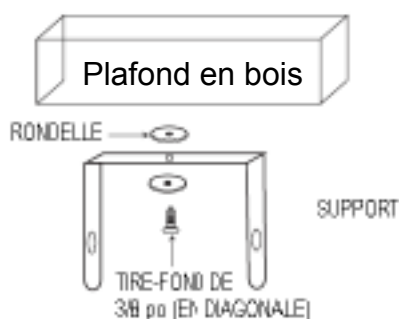

Figure 4a. Installation avec une vis
Consultez les figures 4a et 4b.
REMARQUE: Si vous prévoyez pivoter le radiateur vers la gauche ou la droite, il est recommandé d'ajouter des rondelles de chaque côté du support. Un tire-fond plus long peut être nécessaire pour fixer correctement le radiateur. Voir la figure 4a.
1. Si le radiateur a été fixé avec un seul tire-fond, comme illustré à la figure 4a, il est possible de le tourner horizontalement au besoin. Par contre, s'il a été installé avec deux tire-fonds, il ne peut être tourné de cette manière.